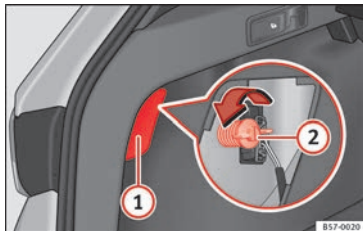

Fig. 108 Coffre à bagages : accès à la vis de fixation du feu arrière.
3. Enlevez le cache à l'aide du tournevis à tête plate au niveau de l'évidement » fig. 108 ①.
5. Dévissez à la main ou à l'aide d'un tournevis la vis de fixation du feu » fig. 108 ②.